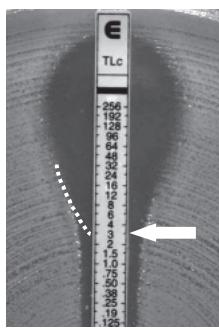

Рис. 15.
- Такие микроорганизмы, как стафилококки, *Acinetobacter* spp., анаэробы и гонококки могут быть чувствительными к сульбактаму, тазобактаму и клавулановой кислоте в чистом виде. Для Etest PTc и Tlc это может привести к образованию эллипса ингибиции с вытянутыми параллельными полосами ингибиции вдоль полоски. Экстраполируйте верхнюю эллиптическую кривизну, направленную в сторону полоски, для получения МИК (см. **ИНСТРУКЦИЮ ПО УЧЕТУ РЕЗУЛЬТАТОВ ETEST**, рис. 15).